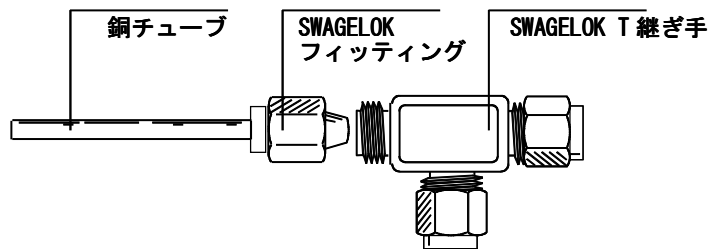

図 109. SWAGELOK T 継ぎ手の取り付け方
1. T 継ぎ手を取り付けたい部分でチューブを切断します。SWAGELOK フィッティングでチューブと T 継ぎ手を接続します。図 109 を参照して下さい。